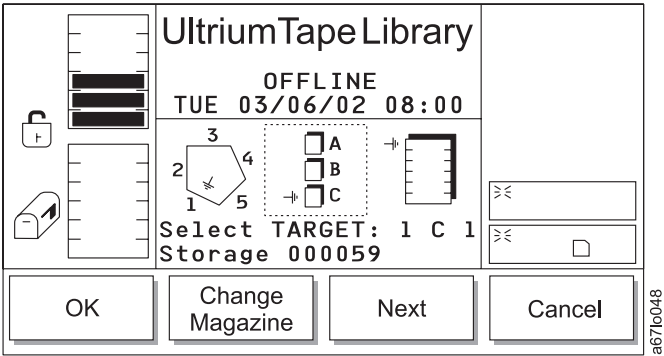

Abbildung 116. Dialog für Magazinwechsel
- Wird **Next** ausgewählt, ändert sich der aktuelle Quellenparameter von einer Säule in ein Magazin, und der Dialog für Magazinwechsel erscheint (siehe Abb. 116 auf Seite 135).
Tabelle 65. Übersetzung von Abb. 116, Dialog für Magazinwechsel